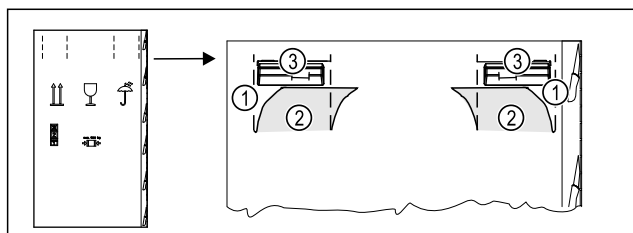

Fig. 3
- ▶ Presionar el cartón de embalaje en la parte superior de la perforación Fig. 3 (1).
- ▶ Extraer las bridas prensadas Fig. 3 (2).
- ▶ El mango de transporte Fig. 3 (3) es visible a la derecha y a la izquierda.
- ▶ Sujetar el electrodoméstico por los mangos de transporte Fig. 3 (3).